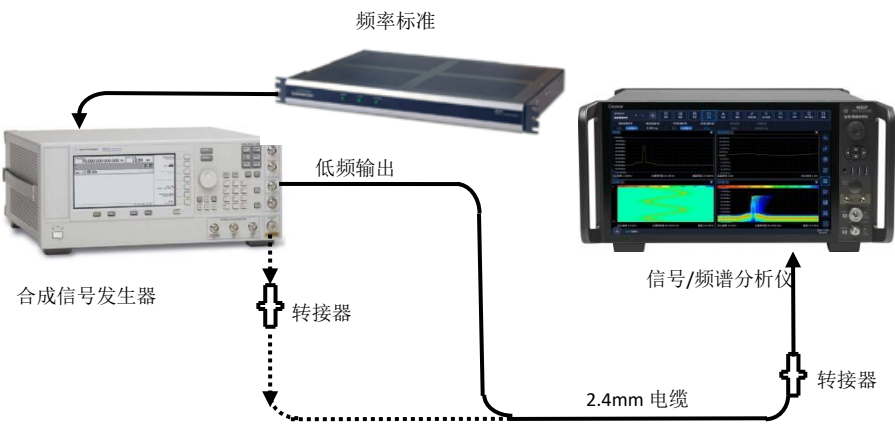

图 7.1 射频输入 1 频率范围测试示意图
- 1) 按照图 7.1 连接频率标准输出至信号发生器的 10MHz IN，由外部频率标准为合成信号发生器供参考频率，合成信号发生器的低频输出（可用函数发生器输出替代）接至 4082 的输入端口（如没有频率标准，可用具有高稳定频率参考选件的信号发生器或频率计代替）；